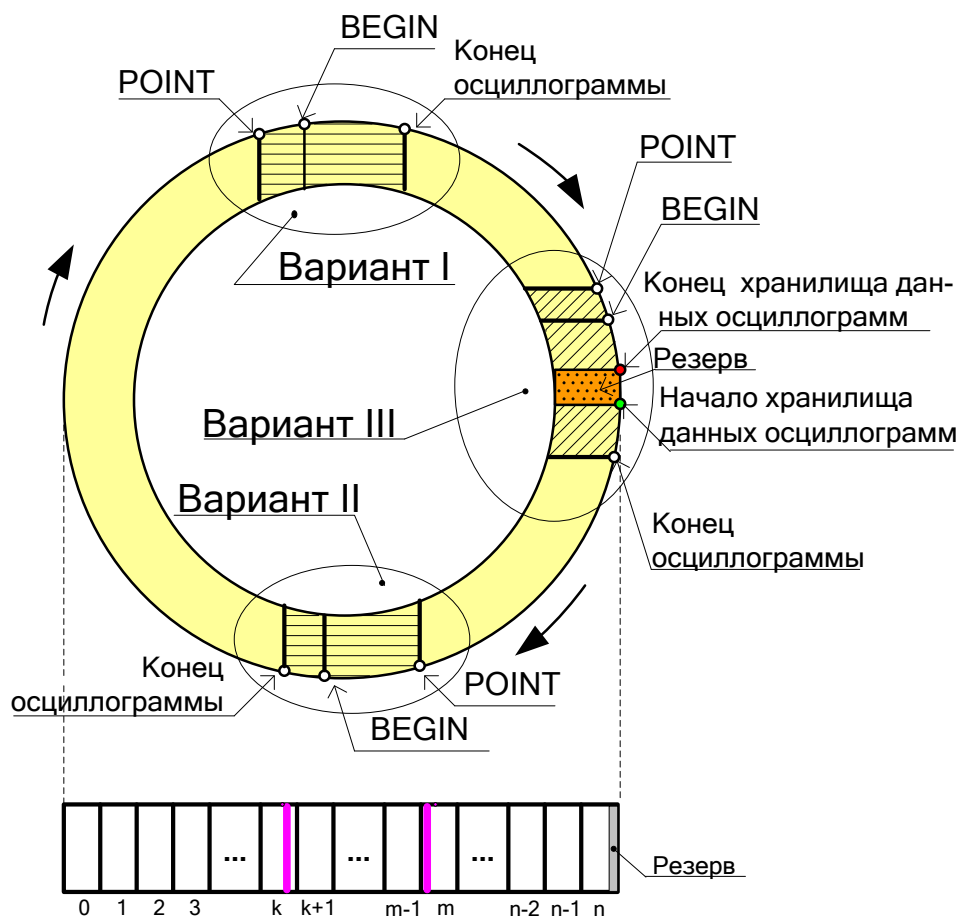

Рисунок 3.2
Протокол связи «МПЗ-СЕТЬ» обеспечивает считывание осциллограмм из массива данных в циклическом режиме (см. рисунок 3.2), при этом в зависимости от того, в какой сектор кольцевого цикла («Вариант I» или «Вариант II») попала искомая осциллограмма адрес аварии (BEGIN) может быть больше или меньше адреса начала блока текущей осциллограммы (POINT). При чтении осциллограммы область «Резерв» в массиве данных должна быть исключена.
- выделить искомую осциллограмму из хранилища данных осциллограмм (рисунок 3.2) и прочесть её содержимое (при чтении осциллограммы выполняется её переворот – см. рисунок 3.4).